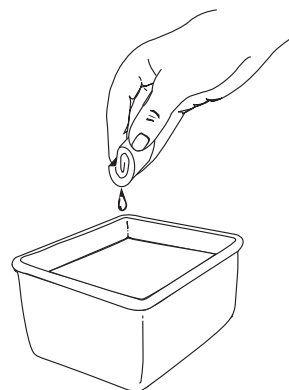

Fig. 23
3. Lavez le filtre dans un mélange d'eau et de détergent (Fig. 23). Rincez le filtre abondamment et laissez-le sécher